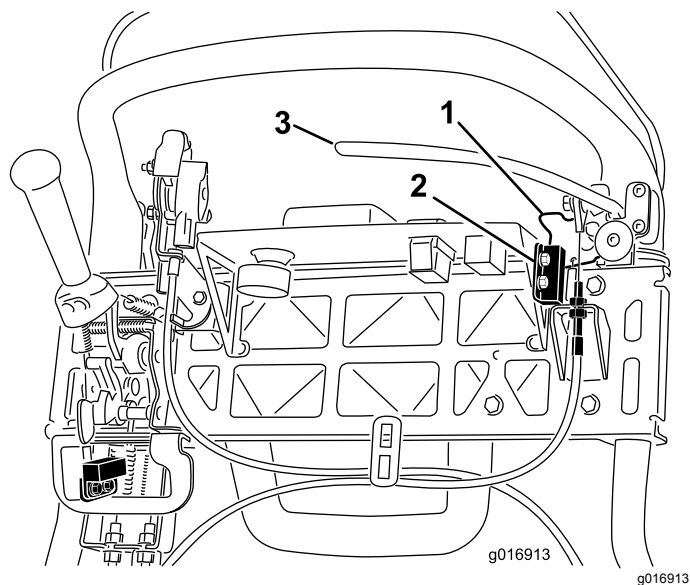

Figura 42
4. Allentate i dispositivi di fissaggio del microinterruttore di sicurezza (Figura 42).
5. Inserite uno spessore di 1,6 mm fra il fermo del freno di stazionamento ed il microinterruttore (Figura 42).